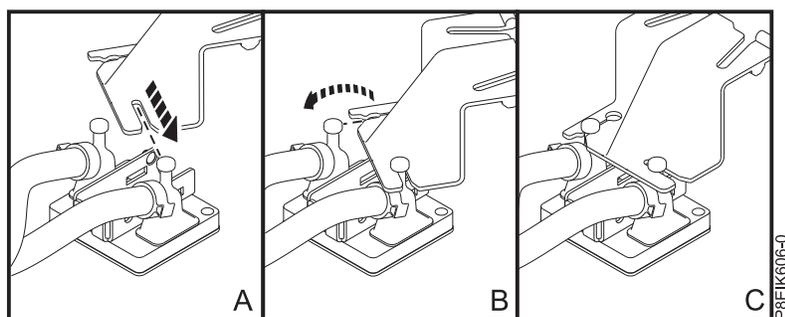

図 18. ホルダーへの冷却プレート・ピンの挿入
- b. 一方の冷却プレート・ピンをホルダー内へスライドさせます (図 18 の (A) を参照)。ピンは、必要最小限だけスロットに差し込んでください。
- c. 冷却プレートを回転させて、もう一方のピンをホルダー内へスライドさせます (図 18 の (B) を参照)。ピンは、必要最小限だけスロットに差し込んでください。